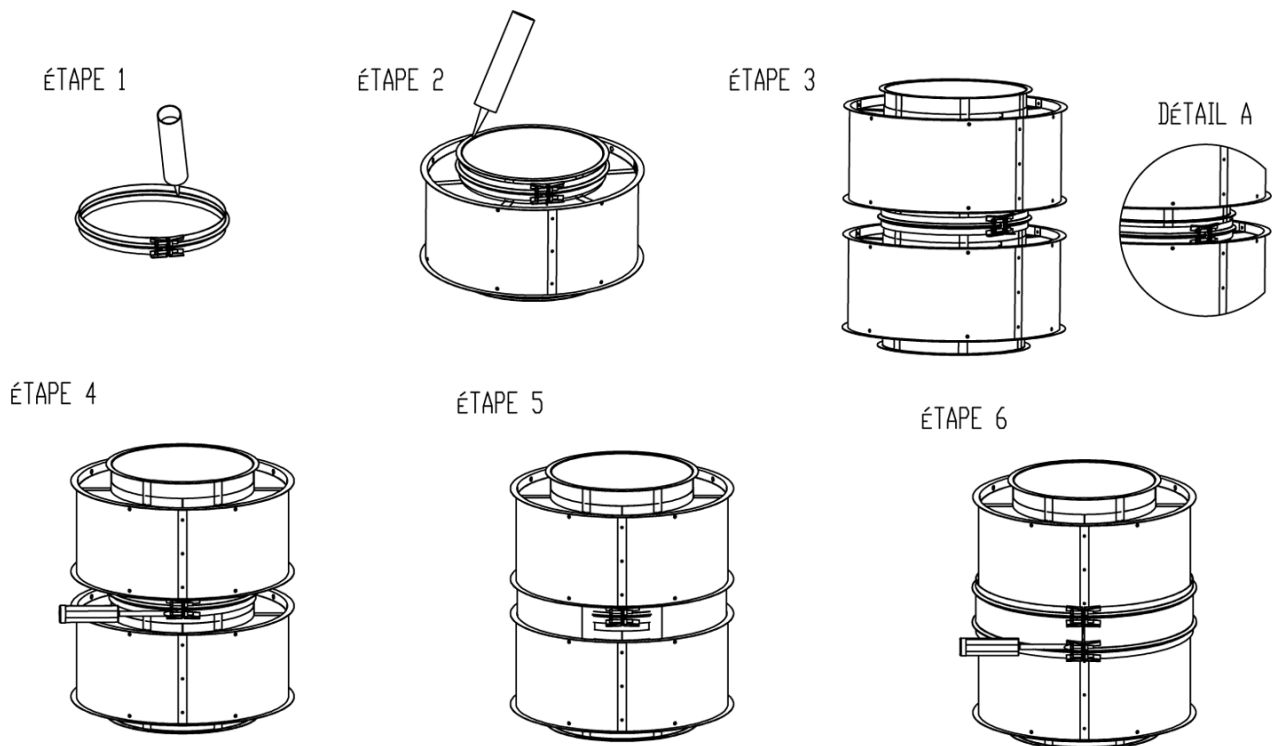

Fig. 2 – Joint
1. La section de conduit standard de l'ensemble réglable est installée selon la méthode de connexion standard, (voir **Fig. 2**). Remarque : il s'agit de la pièce ayant deux brides et du collier de l'enveloppe extérieure déjà fixé d'1 1/2" à la bride du conduit.
5. Dès que le chevauchement est réglé correctement, appliquez la silicone sur les brides à l'arrière du conduit et du collier réglable en utilisant la méthode de raccordement indiquée sur la **Fig. 2** – Joint étapes de 1 à 3.
1. La section de conduit standard de l'ensemble réglable est installée selon la méthode de connexion standard, (voir **Fig. 2**). Remarque : il s'agit de la pièce ayant deux brides et du collier de l'enveloppe extérieure déjà fixé d'1 ½" à la bride du conduit.
4. Dès que le chevauchement est réglé correctement, appliquez la silicone sur les brides à l'arrière du conduit et du collier réglable en utilisant la méthode de raccordement indiquée sur la **Fig. 2** – Joint étapes de 1 à 3.
7. Placez la bride circulaire du conduit desserrée au-dessus la colonne montante avant d’installer la section de conduit de raccordement en utilisant la méthode de raccordement (voir **Fig. 2** - Joint, étapes de 1 à 3).
10. Voir **Fig. 2** – Joint, étapes 1 à 3, pour installer des sections de conduit standard aux colonnes montantes installées en usine ou soudées.
Les portes d'accès (bouchons en T) sont disponibles avec des tailles allant de 20,32 à 61 cm (8" à 24"). Elles fonctionnent conjointement avec le collecteur en T tel qu'illustré précédemment sur la **Fig. 6**. Le raccordement du raccord en T est illustré sur la **Fig. 2 – ASSEMBLAGE DU RACCORD**, cependant, l'installation de la porte d'accès est légèrement différente, lisez donc très attentivement les instructions suivantes. Consultez la section 7.3.1. du chapitre 7 de la NFPA « *Des ouvertures devront être fournies sur les côtés ou en haut du conduit, suivant ce qui est le plus accessible, et aux changements de direction.* »
2. Tous les raccords en T seront raccordés comme illustrés sur la **Fig. 2 – ASSEMBLAGE DU RACCORD** excepté pour la porte d'accès.